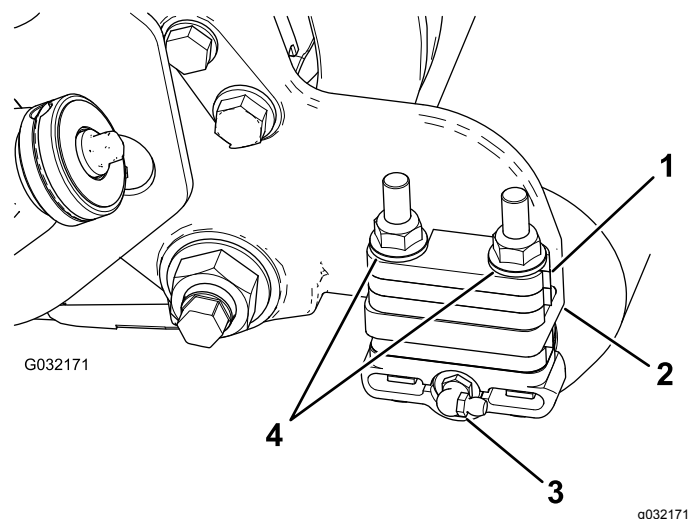

Figura 3
2. Retire el engrasador del rodillo del lateral de la unidad de corte donde está situado el alojamiento del cepillo del rodillo (Figura 3).
brida de montaje de la chapa lateral (Figura 3).